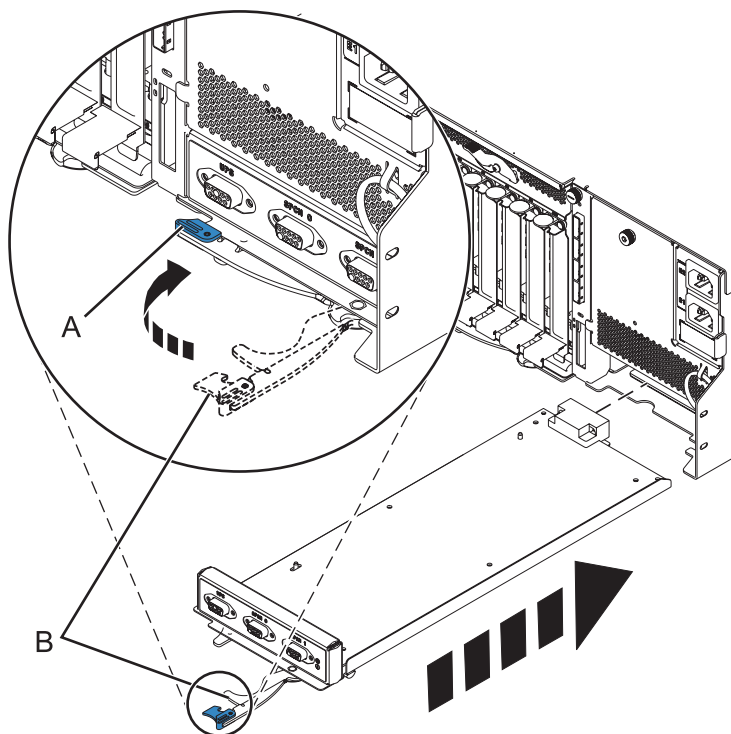

Figura 77. Substitució del controlador de gestió d'allotjaments
7. Feu lliscar amb cura el controlador de gestió d'allotjaments dins el sistema i tanqueu el pestell (A), com es mostra a la Figura 77.